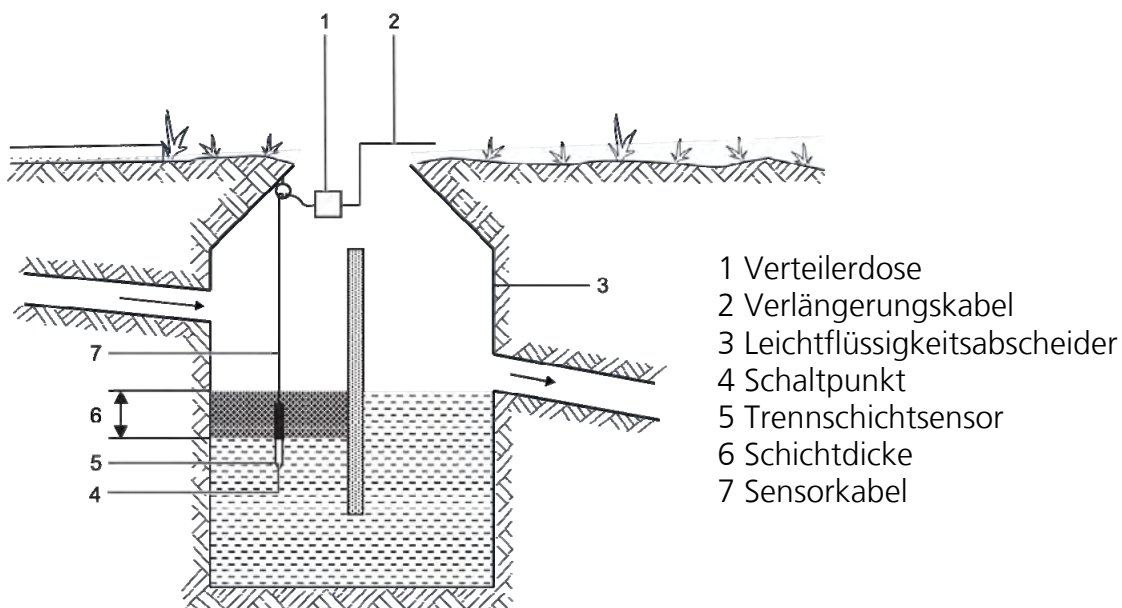

Abbildung 5: Installation der Trennschichtsensoren
Der Trennschichtsensor (5) wird an seinem Kabel so in die zu überwachende Flüssigkeit in den Leichtflüssigkeitsabscheider (3) gehängt, dass der Abstand zur Abscheiderwand und Abscheidereinbauten mindestens 100 mm beträgt (siehe Abbildung 5: Installation der Trennschichtsensoren). Dabei ist zu beachten, dass sich der Sensor nicht im direkten Zulaufbereich des Abscheiders befindet, da dort eine erhöhte Gefahr der Verschmutzung oder Störung durch spritzende Flüssigkeit besteht. Befestigungsart und -materialien sind von den örtlichen Errichtungs-vorschriften und dem Material des Abscheiders (Beton, Kunststoff, Metall etc.) abhängig.